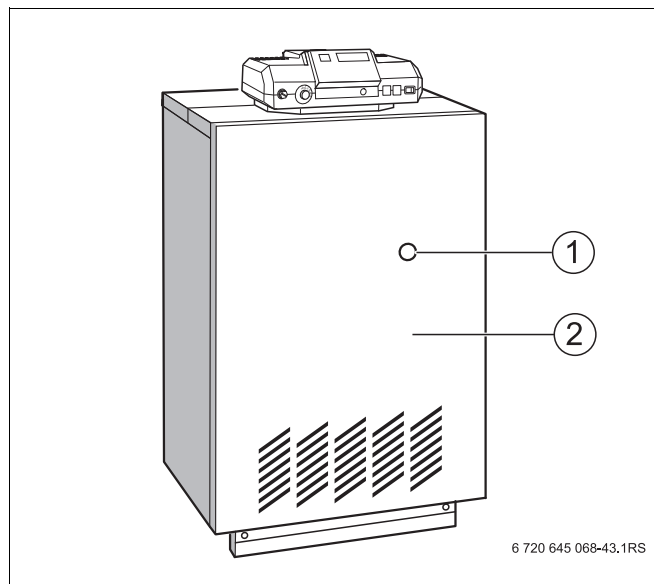

Рис. 51 Устранение неисправностей горелки
При возникновении неисправности горелки загорается сигнальная лампочка на кнопке подавления помех (Рис. 51, **поз. 1**), расположенной на отопительном котле.
Вы можете нажать кнопку подавления помех на горелке через отверстие (Рис. 51, **поз. 1**) на передней стенке котла (Рис. 51, **поз. 2**). Для этого не нужно демонтировать переднюю стенку.
- Нажать кнопку подавления помех горелки (Рис. 51, **поз. 1**).